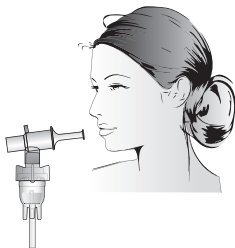

Рисунок 9
- Возьмите насадку в рот и вдыхайте аэрозоль через рот (рисунок 9). Дыхание должно быть ровным.